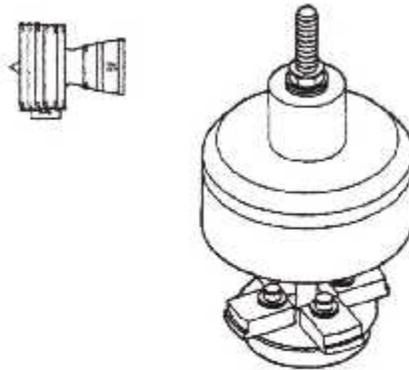

Fig.III. 82 : Extracteur, 856A1216G02.
- a. On Insère le rondelle/entretoise de **Extracteur, 856A1216G02**, (fig.III. 82) dans le joint de retenue d'huile du roulement No. 4. L'entretoise est un dispositif de centrage et protecteur du joint d'étanchéité.